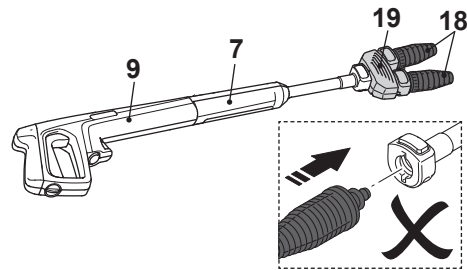

Fig. 7
1. Coloque la lanza de extensión (7) en la pistola pulverizadora (9) (Fig. 7).
2. Coloque el adaptador de la boquilla giratoria (19) en la lanza de extensión.
3. Coloque las dos boquillas giratorias (18) en el adaptador de la boquilla giratoria.